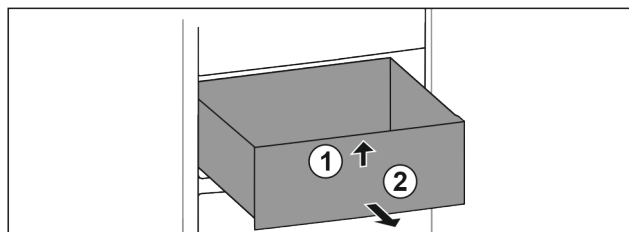

Fig. 95
- ▶ Predal spredaj dvignite. Fig. 95 (1)
- ▶ Predal vzemite ven v smeri naprej. Fig. 95 (2)